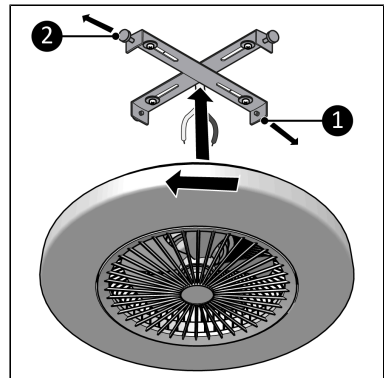

Figure 63.
9. Retirez d'abord les deux vis du support de montage qui ne sont pas destinées aux trous oblongs en forme de L (Figure 63, pos. 1 & 2).